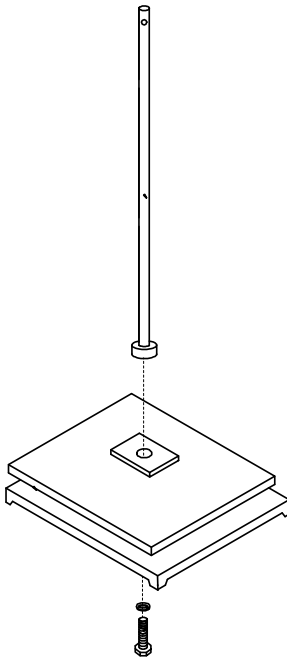

Figure 1
1. Reliez le montant inférieur à la base et à la plaque d'assise à l'aide du boulon, de la rondelle de blocage et du collet. (Voir Figure 1)